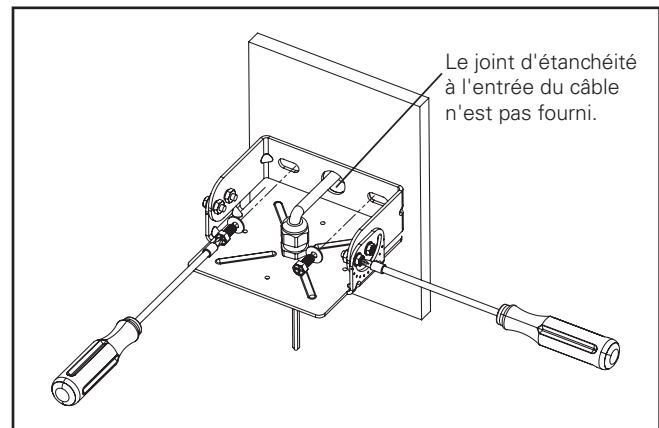

Figure 1.
1. Faites les branchements électriques à partir du fouettlement du tourillon pour faire passer les fils de sortie (les capuchons de connexion ne sont pas fournis). Installez le support coudé du tourillon sur la surface désirée. Nous recommandons d'utiliser des tire-fonds de 0,6 cm (0,25 po) 20 et des rondelles (non fournies, serrez à 5,6 à 6,8 Nm [50 à 60 po-lb]). (Figure 1.)
2. Desserrez les vis de pivot et les écrous du tourillon pour ajuster la position de son support. Reserrez. L'assemblage devrait être rigide lors de l'installation du boîtier arrière et du dispositif. (Figure 1.)